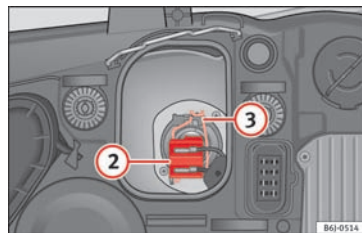

Fig. 99 Nærlys
- Træk stikket **» Fig. 99 (2)** af pæren.
- Tag fjederen **» Fig. 99 (3)** af ved at trykke den ind og dreje mod højre.